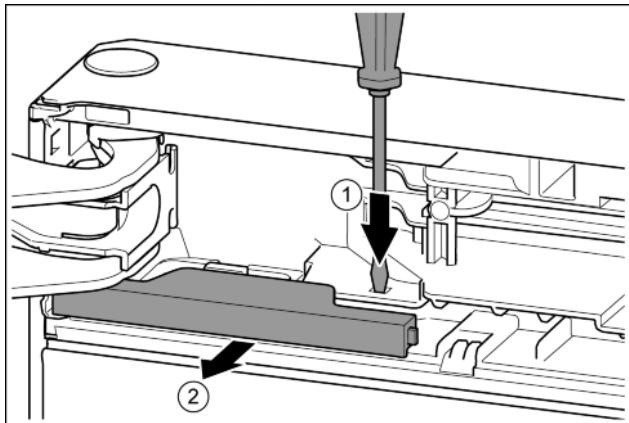

Fig. 8
- Odvijačem s prorezom pritisnite jezičac. Fig. 8 (1)
- Izvucite pokrov iz uskočnog zatvarača. Fig. 8 (2)